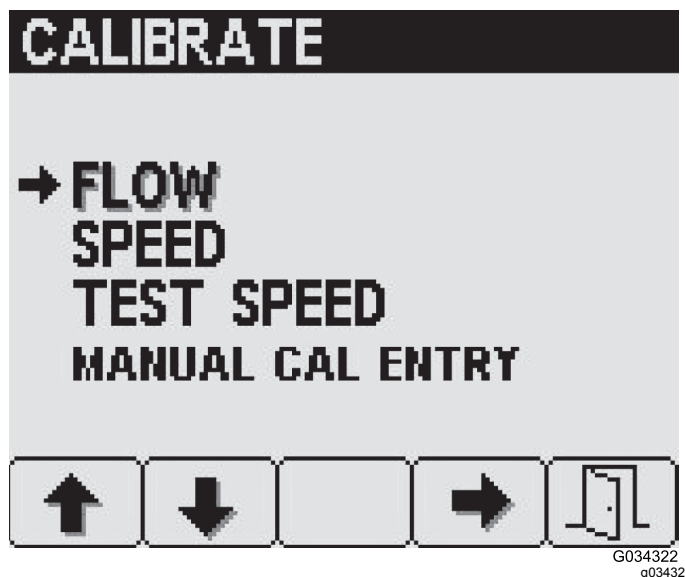

Figure 31
2. Pour ouvrir l'écran Débit, appuyez sur le bouton 4 de l'écran Étalonnage (Figure 31) pour sélectionner l'option Débit.
2. Pour ouvrir l'écran Vitesse, appuyez sur le bouton 2 de l'écran Étalonnage jusqu'à ce que l'option Vitesse soit atteinte, et appuyez sur le bouton 4 (Figure 31) pour la sélectionner.